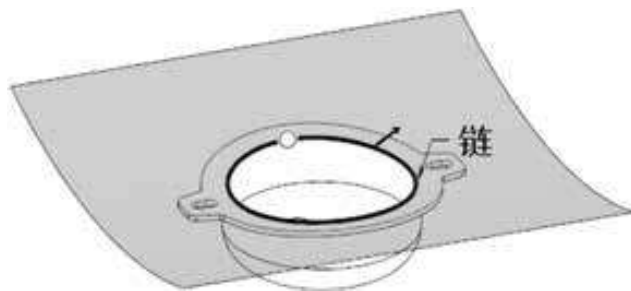

图4-35 选择边线
Step 19 选择参考零件口部的第1条边线，然后按住Shift键，选择另一条边线，如图4-35中的粗线所示。（注意调整箭头的方向。）